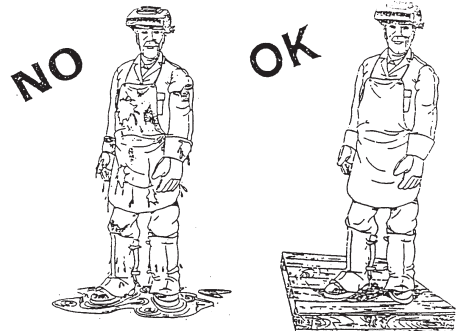

Abb.7
- Durch Verbesserung des persönlichen Schutzes, der Isolierung vom Boden und des zu schweißenden Teils (Abb. 7)